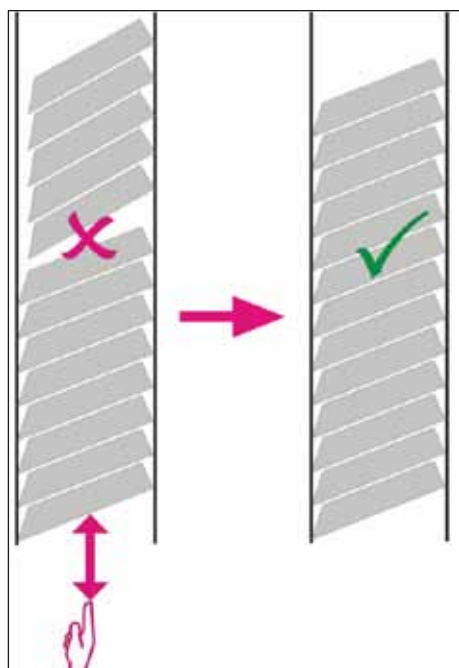

Рис. 29
✓ После этого кассеты должны лечь в магазин надлежащим образом (→ "Рис. 29").
- При использовании сложенных стопкой кассет следите за тем, чтобы каждая новая стопка была надлежащим образом выровнена с ранее загруженными кассетами (→ "Рис. 29").